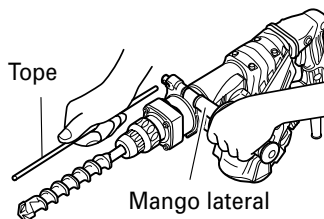

Fig. 10
- (d) Cambia la palanca selectora a "martilleo" de acuerdo con los procedimientos mencionados en el ítem (1) anterior y asegure la posición de la herramienta.
- 5. Instalar el tope (Fig. 10)